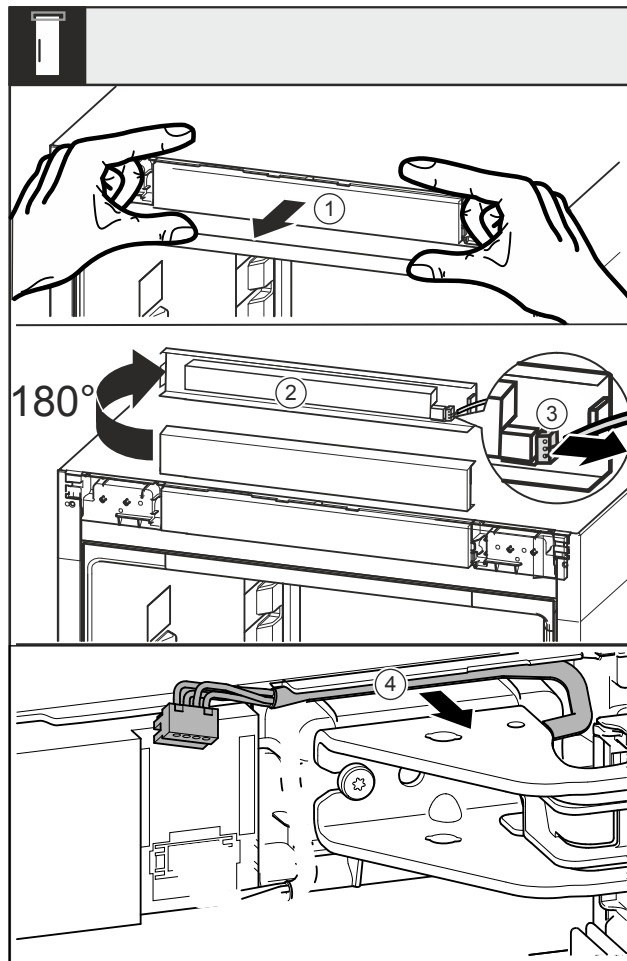

Fig. 6
- Lironi nga përpara panelin mbulues Fig. 6 (1).
- Rrotulloni për lart me 180° panelin mbulues Fig. 6 (2).
- Shtypni nga prapa majën e kapjes të spina Fig. 6 (3) dhe tërhiqni spinën jashtë me kujdes.
- Lironi kabllon Fig. 6 (4) nga udhëzuesi mbi bazamentin mbështetës.